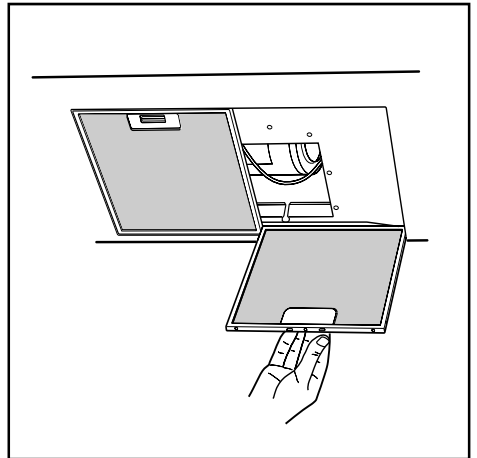

Fig.7
- La distanza minima fra la superficie di supporto dei recipienti di cottura sul dispositivo di cottura e la parte più bassa della cappa da cucina deve essere di almeno 65 cm. Se dovesse essere usato un tubo di connessione composto di due o più parti, la parte superiore deve essere all'esterno di quella inferiore. Non collegare lo scarico della cappa ad un condotto in cui circoli aria calda o utilizzato per evacuare fumi degli apparecchi alimentati da un'energia diversa da quella elettrica. Prima di procedere alle operazioni di montaggio, per una più facile manovrabilità dell'apparecchio disinserire il filtro/antigrasso (Fig.7).
carbone attivo devono essere applicati al gruppo aspirante posto all'interno della cappa (Fig.7).